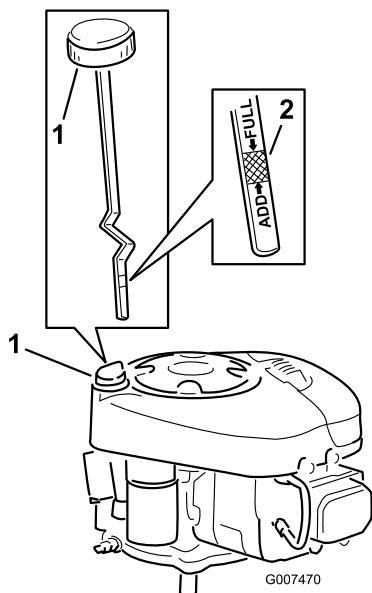

Figura 21
8. Limpie alrededor de la varilla de nivel de aceite (Figura 21) para impedir que caiga suciedad por el tubo de llenado y cause daños en el motor.
9. Desenrosque la varilla de aceite y limpie el extremo metálico (Figura 21).
10. Enrosque la varilla a fondo en el tubo de llenado (Figura 21). Desenrosque de nuevo la varilla y observe el extremo metálico. Si el nivel de aceite es bajo, vierta lentamente sólo la cantidad de aceite suficiente en el tubo de llenado para que el nivel llegue a la marca Full (Lleno) de la varilla.
13. Agregue lentamente un 80% de la cantidad especificada de aceite por el tubo de llenado (Figura 21). Compruebe el nivel de aceite; consulte los pasos 9 y 10 de Comprobación del nivel de aceite.